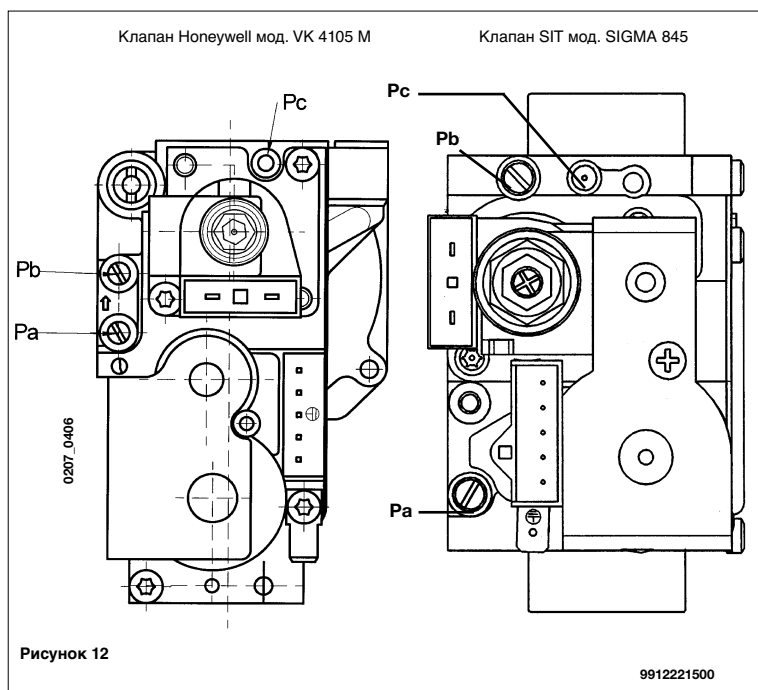

Рисунок 12
Порядок настройки регулятора давления слегка отличается в зависимости от типа используемого газового клапана (HONEYWELL или SIT, см. рис. 12).
- Присоединить линию положительного давления дифференциального манометра, желательно водяного типа, к точке отбора давления (Pb) газового клапана (см. рис. 12). Если котел имеет герметичную камеру, приделать к линии отрицательного давления того же дифманометра подходящий тройник, позволяющий соединить между собой уравнительную линию котла, уравнительную линию газового клапана (Pc) и сам манометр. (Чтобы произвести этот замер, можно также подключить манометр к точке отбора давления (Pb) и снять переднюю панель герметичной камеры.)
- Проверить, что динамическое давление подачи газа на котел, замеренное в точке отбора давления (Pa) газового клапана (см. рис. 12), равнялось требуемому значению (30 мбар для бутана, 37 мбар для пропана, 20 мбар для природного газа).